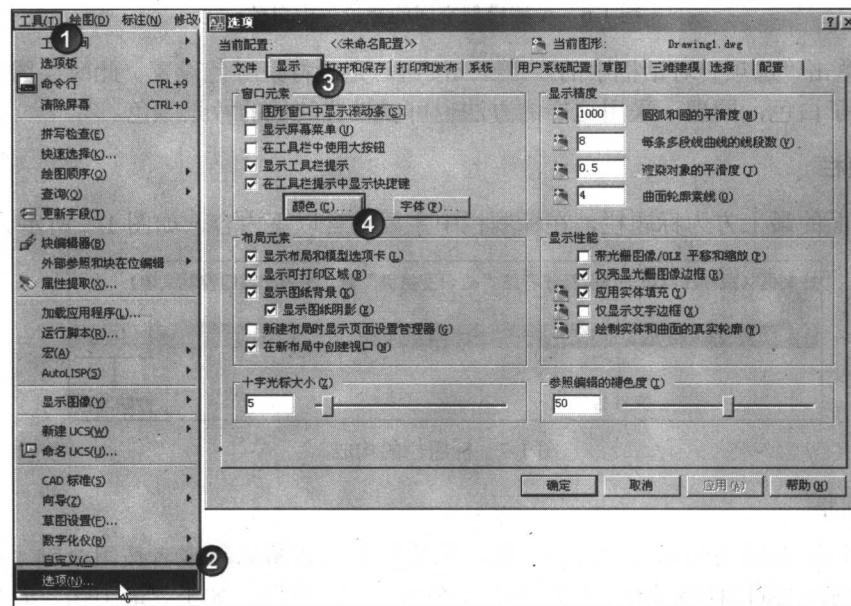

图 1-5 打开“选项”对话框
**步骤 1** 单击“工具/选项”菜单命令，系统弹出“选项”对话框，在“显示”选项卡中单击**颜色(C)...**按钮，参见图 1-5 所示的第①、②、③、④步。